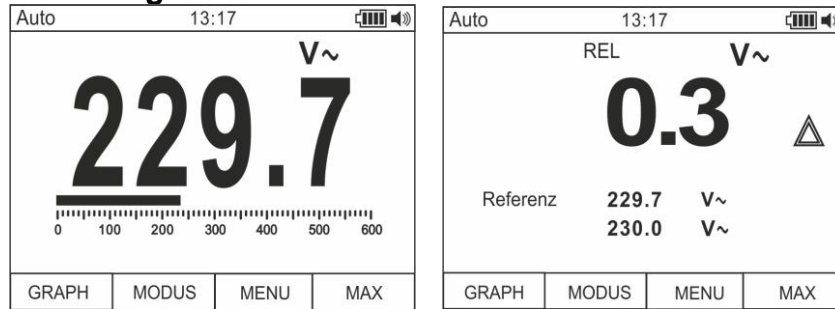

Abb. 5: Relative Messung
1. Drücken und halten Sie die **HOLD/REL** Taste, um in den relativen Messmodus einzutreten (siehe Abb. 5 – rechter Teil). Die Meldung “REL” und das Symbol “ $\Delta$ ” erscheinen im Display.